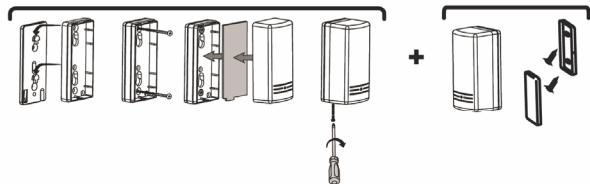

Fig. 6
- Installer l'aimant sur le côté droit du WL DÉTECTEUR comme indiqué en Figure 6.